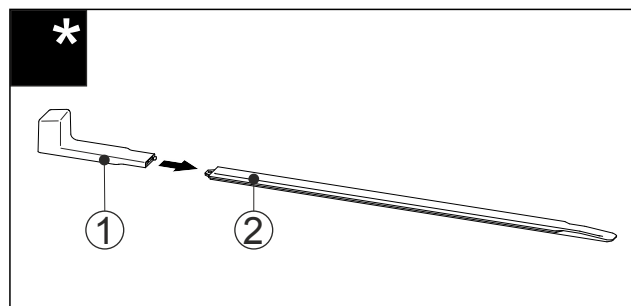

Fig. 59
- Поставете монтажната дръжка Fig. 59 (1) на нивелиращата релса Fig. 59 (2).